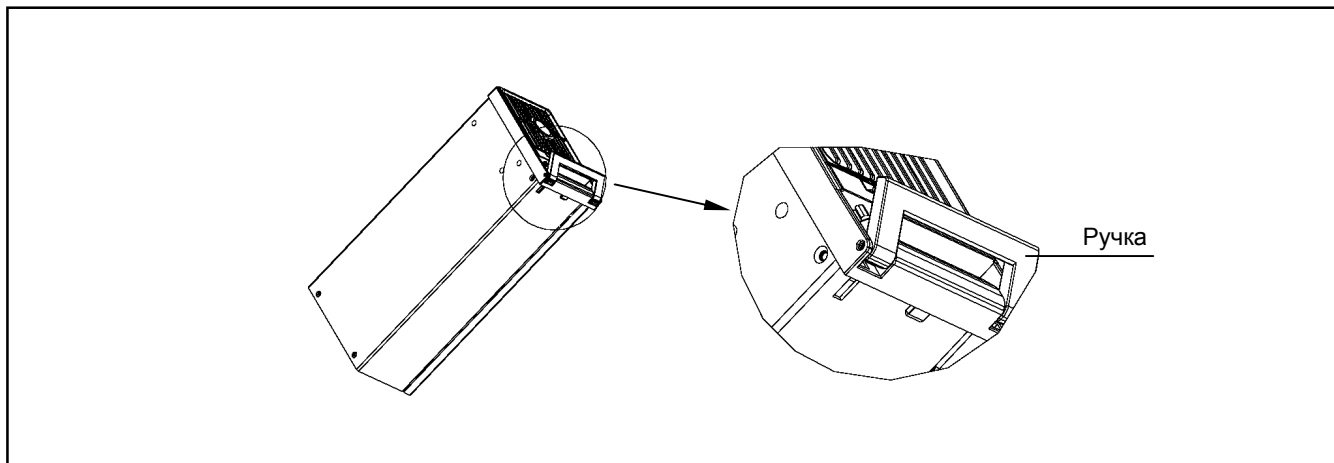

Рис. 17. Рис. 14. Устройство ручки выпрямительного блока.
2. Отвинтите винт крепления автомата защиты (рис. 17).
3. Приподнимите автомат, чтобы снять его с фиксатора (рис. 17).